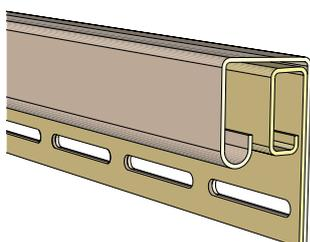

Рисунок 21
- 12.4** В верхней части стены, для завершения крайней панели сайдинга, будет установлен J-профиль, совмещенный с финишной планкой (рис. 21).